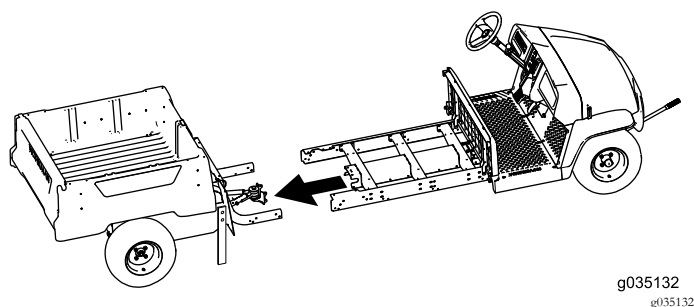

Bild 76
7. Bringen Sie die vorderen und hinteren Abschnitte der Maschine mit der Hilfe einer anderen Person zusammen (Bild 76).